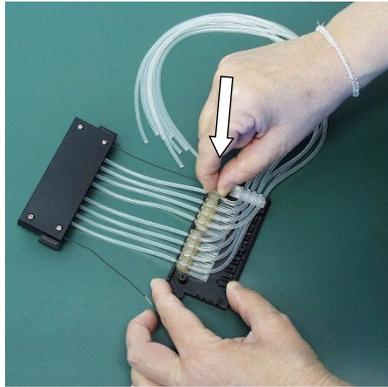

Abbildung 5-44. Einpressen der Schlauchbefestigungen
9. Drücken Sie jede Schlauchbefestigung in ihre Rille am Kunststoff-sichtfenster (Abbildung 5-44).